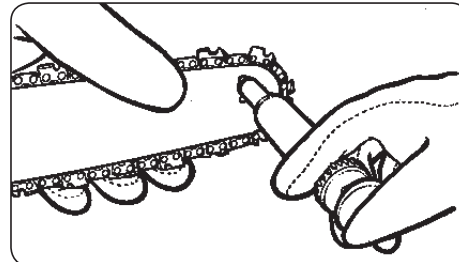

Fig. 20
3. Utilisation de la burette (ne fait pas partie du kit, à acheter) : Placez le tube effilé dans l'orifice de lubrification et introduisez-y de la graisse jusqu'à ce qu'il en ressorte sur le bord extérieur du pignon de renvoi (Fig. 20).